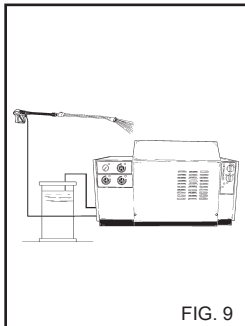

FIG. 9
3) Etter å ha brukt et vaske-middel må inntakskretsen for vaske-middel skylles godt. Dypp sugeslangen for vaske-middel (fig. 9) ned i et kar med vann og la pumpen gå i ett minutt med doseringskranen skrudd helt opp med munnstykke innstilt på spyling med vaske-middel.
5) Etter at du har brukt vaskemiddel må inntakskretsløpet skylles godt. Dypp sugeslangen for vaskemiddel (fig. 9) ned i et kar med rent vann og la pumpen gå i ett minutt med doseringskranen skrudd helt opp med munnstykket innstilt på spyling med vaskemiddel.